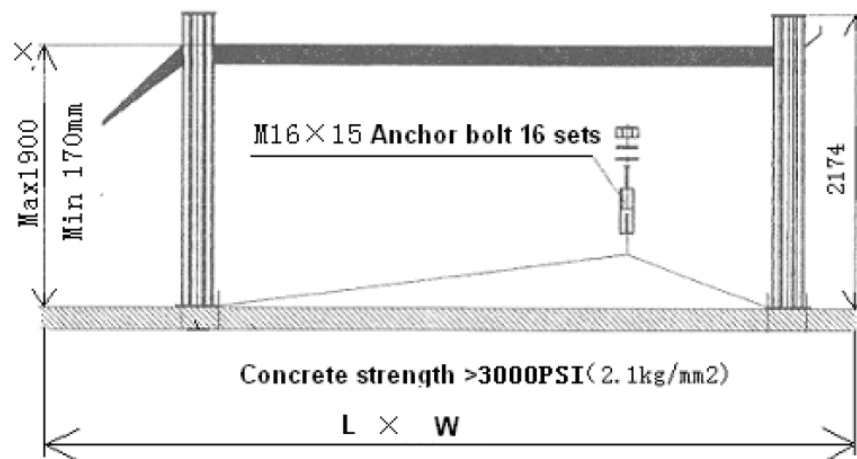

Fig 17
- 基礎プレートにある穴に沿って、コンクリート厚板にピットを掘り、4本のコンクリートアンカーボルトで固定します。穿孔しているときは、コラムが動かないようにします(図17、18)。